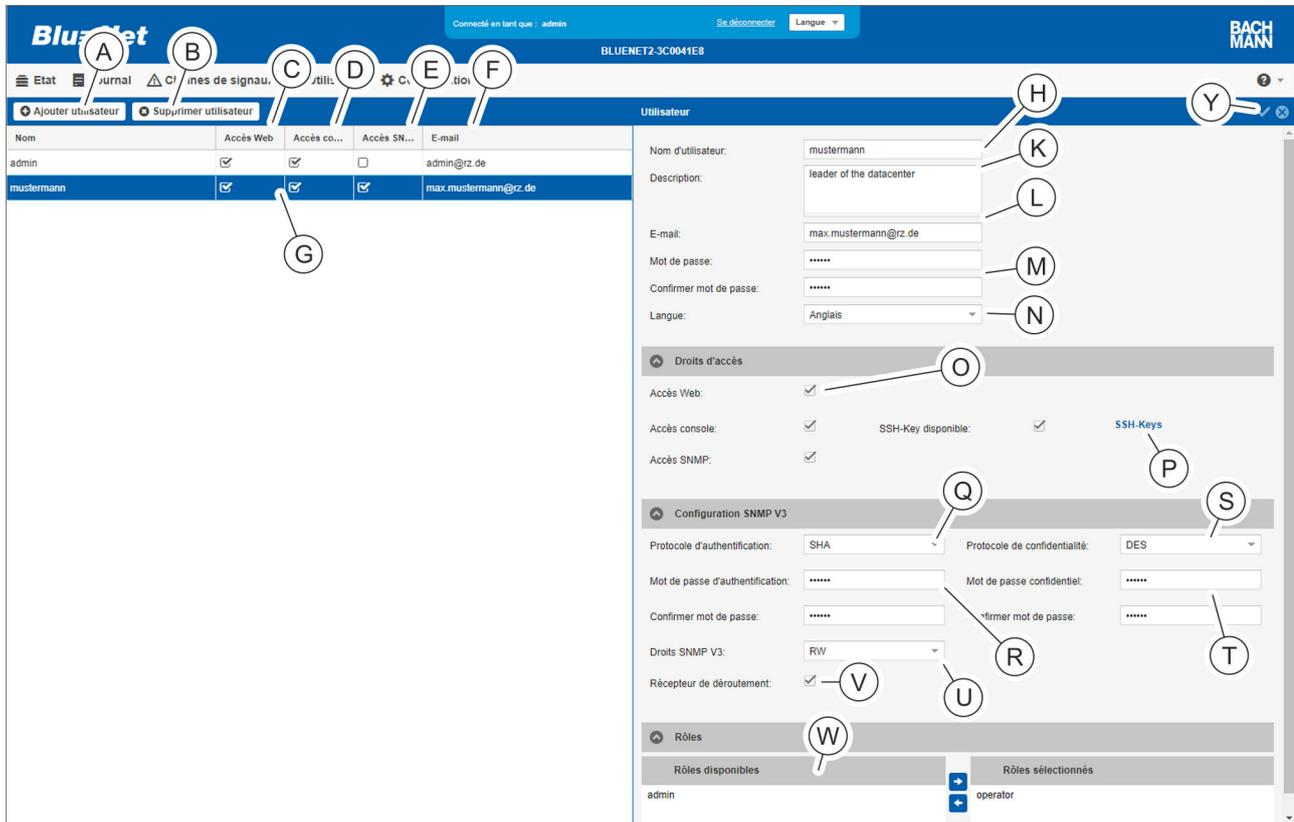
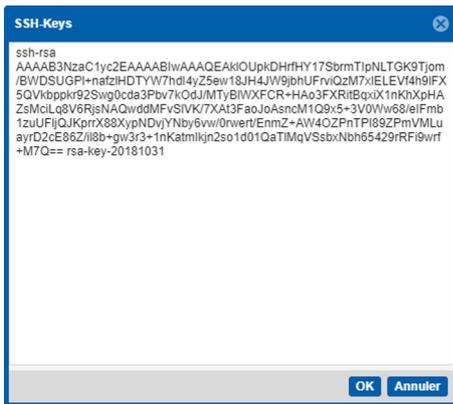

Fig. 134 : Menu « Utilisateur »
Fig. 135 : Ajout d'un code SSH
2. ➤ Appuyer sur le bouton « *Ajouter utilisateur* » (Fig. 134 /Ⓐ) pour créer un nouvel utilisateur.
Pour modifier un utilisateur existant, sélectionner l'utilisateur approprié dans la liste (Fig. 134 /Ⓞ).
3. ➤ Saisir le nom d'utilisateur (Fig. 134 /Ⓢ).
4. ➤ Si nécessaire, saisir une description de l'utilisateur (Fig. 134 /Ⓚ).
5. ➤ Saisir l'adresse e-mail (Fig. 134 /Ⓛ).
6. ➤ Saisir et confirmer le mot de passe pour l'accès au PDU (Fig. 134 /Ⓜ).
7. Sélectionner la langue (Fig. 134 /Ⓔ).
8. Attribuer les droits d'accès « Accès Web », « Accès console » et/ou « Accès SNMP » au moyen des cases à cocher correspondantes (Fig. 134 /Ⓢ).
9. Le bouton « SSH-Keys » permet d'enregistrer des codes SSH pour les connexions SSH (Fig. 134 /Ⓣ). Copier un ou plusieurs codes SSH dans la fenêtre « SSH-Keys » (Fig. 135) et confirmer avec le bouton « OK ».
10. Si nécessaire, choisir un protocole d'authentification dans la zone « Configuration SNMP V3 » (Fig. 134 /Ⓣ).
11. Saisir et confirmer le mot de passe d'authentification (Fig. 134 /Ⓡ).
- 12.** ▶ Si nécessaire, choisir un protocole de confidentialité (Fig. 134 /Ⓢ).
- 13.** ▶ Saisir et confirmer un mot de passe confidentiel (Fig. 134 /Ⓣ).
- 14.** ▶ Attribuer les droits SNMP V3 (Fig. 134 /Ⓤ).
- 15.** ▶ Cocher la case « Récepteur de déroutement » si l'utilisateur doit pouvoir être disponible comme récepteur de déroutement (Fig. 134 /Ⓥ).
- 16.** ▶ Dans le champ « Rôles disponibles », sélectionner un rôle d'utilisateur et appuyer sur le bouton « → » pour le déplacer dans le champ « Rôles sélectionnés » (Fig. 134 /Ⓦ).
- 17.** ▶ Appuyer sur le bouton « Enregistrer » (Fig. 134 /Ⓧ) pour enregistrer les réglages.
Pour supprimer un utilisateur existant, sélectionner l'utilisateur désiré (Fig. 134 /Ⓢ) et cliquer sur le bouton « Supprimer utilisateur » (Fig. 134 /Ⓢ). Une boîte de dialogue apparaît alors et comporte une question qui doit être confirmée.